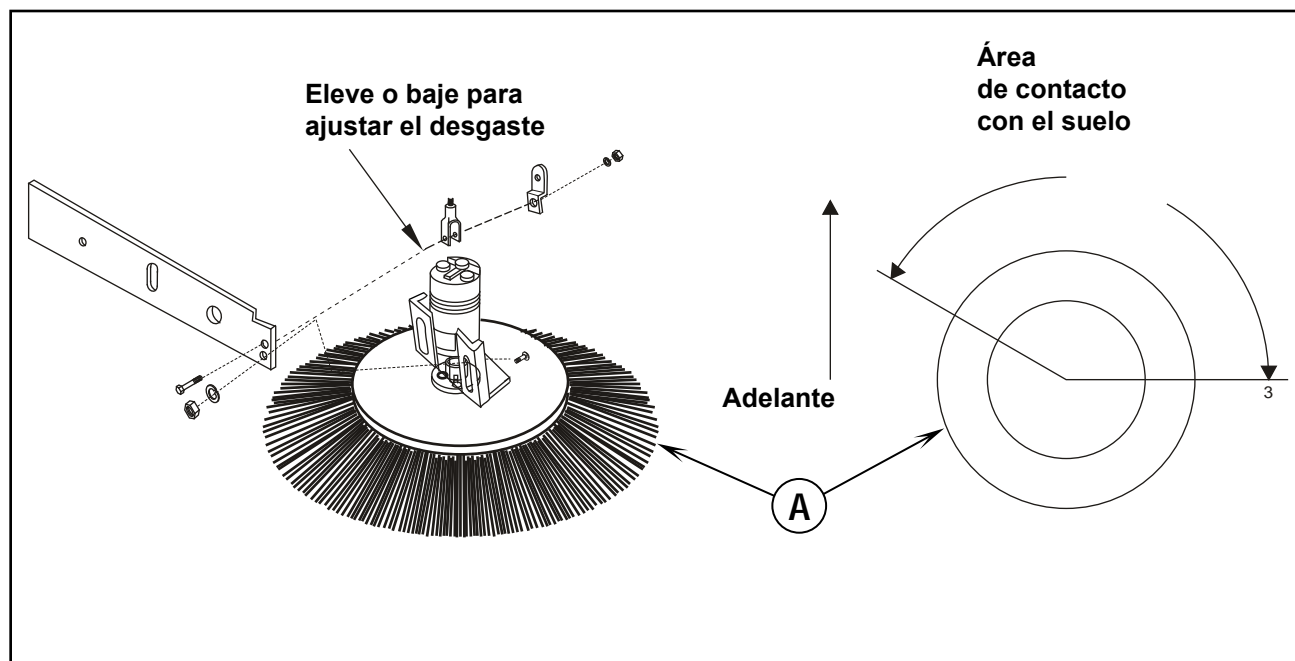

FIGURA 25
A medida que el cepillo lateral (A) se desgaste, afloje los dos pernos de ajuste para desgaste y deslice el conjunto del motor de los cepillos a una posición tal que el cepillo contacte con el suelo a un ángulo de 3° cuando se baje como se muestra en la figura 25.